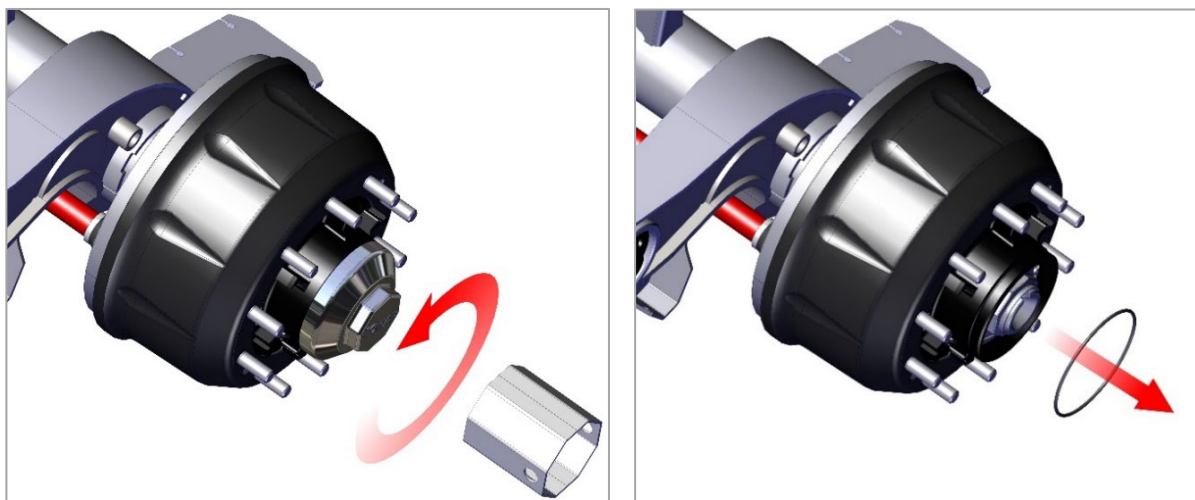

Рис. 20. Снятие крышки ступицы
- 1) отверните специальным ключом крышку ступицы, убедитесь, что резиновое уплотнительное кольцо не повреждено (рис. 20).